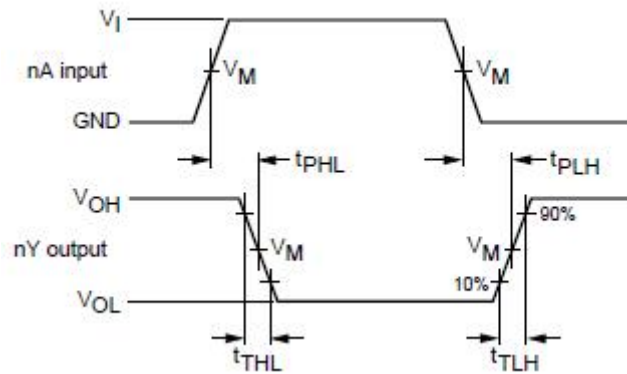

图 6、数据输入 (nA) 到输出 (nY) 的传输延时和输出转换时间
3.3.7、交流参数 1 ($T_{amb}=25^{\circ}C$, $GND=0$, $t_r=t_f=6.0ns$, $C_L=50pF$, 见图 6、图 7)
3.3.8、交流参数 2 ($T_{amb}=-40\sim+85^{\circ}C$, $GND=0$, $t_r=t_f=6.0ns$, $C_L=50pF$, 见图 6、图 7)
3.3.9、交流参数 3 ($T_{amb}=-40\sim+125^{\circ}C$, $GND=0$, $t_r=t_f=6.0ns$, $C_L=50pF$, 见图 6、图 7)